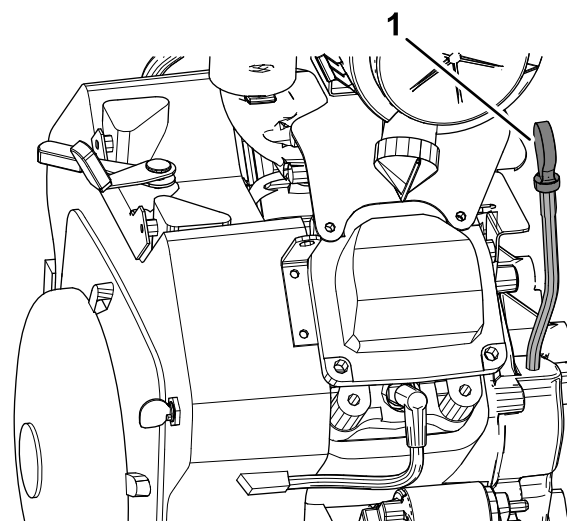

Figura 28
2. Limpe a zona em redor da vareta do óleo e do tampão de enchimento de óleo da cobertura da válvula (Figura 28 e Figura 29).
3. Retire a vareta e limpe a extremidade (Figura 28).